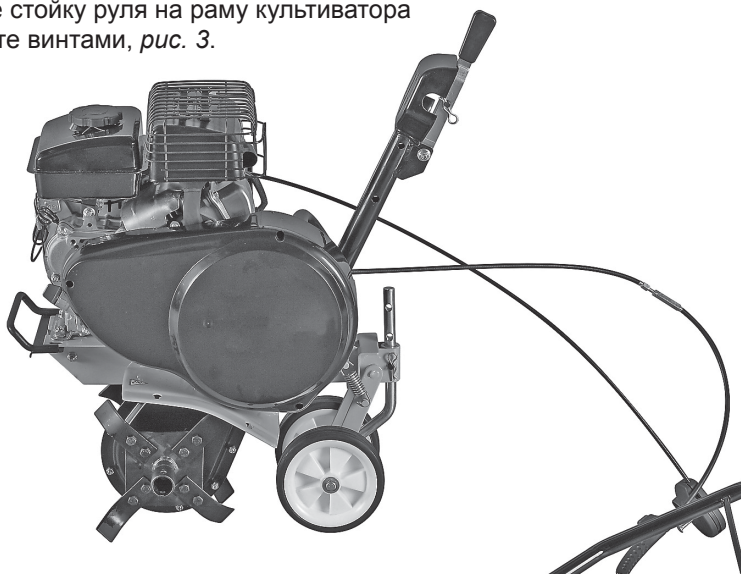

Рис. 3
1. Установите стойку руля на раму культиватора и зафиксируйте винтами, *рис. 3*.